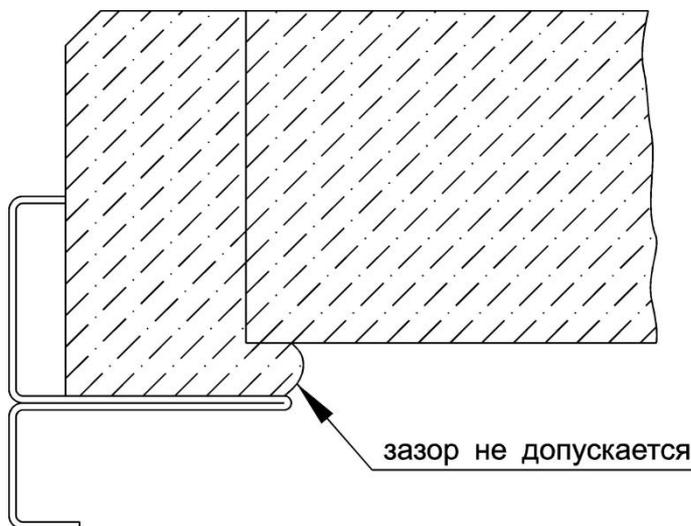

Рисунок 5.4 – Заделка строительного проёма двери
**ВНИМАНИЕ! ЗАЗОР МЕЖДУ СТОЙКОЙ И ПЕРЕДНЕЙ СТЕНОЙ ВНУТРИ ШАХТЫ ДЛЯ ПРОТИВОПОЖАРНЫХ ДВЕРЕЙ НЕ ДОПУСКАЕТСЯ (РИСУНОК 5.4).**